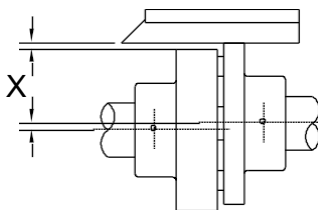

Fig. 21
- 9 - Kontrollera med en rak linjal att de två kopplingshalvorna är parallella vid flera punkter, 90° från varandra (se fig. 21). OBS: Enklare och mer exakta avläsningar kan uppnås med instrument såsom mätklockor (om sådana finns tillgängliga).